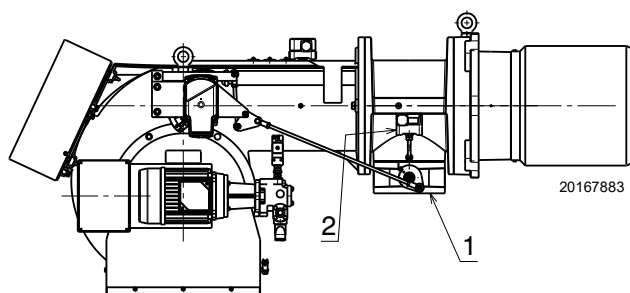

Рис. 24
Давление газа, измеренное на штуцере 2)(Рис. 24), с:
Потеря нагрузки дроссельного газового клапана 1)(Рис. 24) при максимальном открытии: 90°.
- Отнимите от давления газа на штуцере 2)(Рис. 24) давление в камере сгорания.
Давление газа на штуцере 2)(Рис. 24) = 32,9 мбара
Для того, чтобы узнать давление газа, необходимое на штуцере 2)(Рис. 24) в условиях максимальной мощности модуляции, при которой должна работать горелка:
- Посмотрите справа в столбце 1 давление на штуцере 2)(Рис. 24).
необходимое давление на штуцере 2)(Рис. 24).